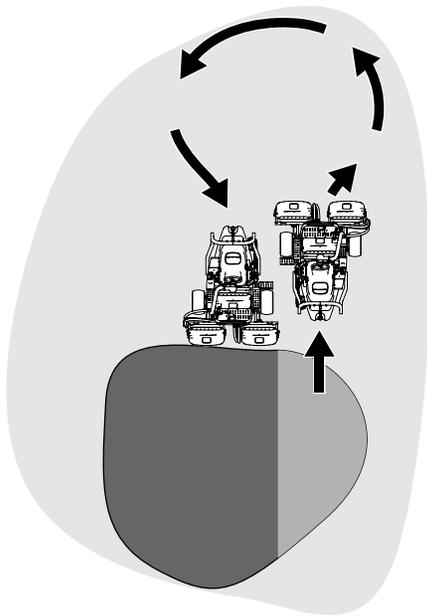

図 24
6. Uターンするとき、一旦反対側にハンドルを切ってから回転すると、楽に、しかも効率良く回ることができて次の列そろえが楽になります。反対側に軽く振ってから回転すると雨だれ形の旋回 **図 24** になって、スムーズに次の列に入ることができます。